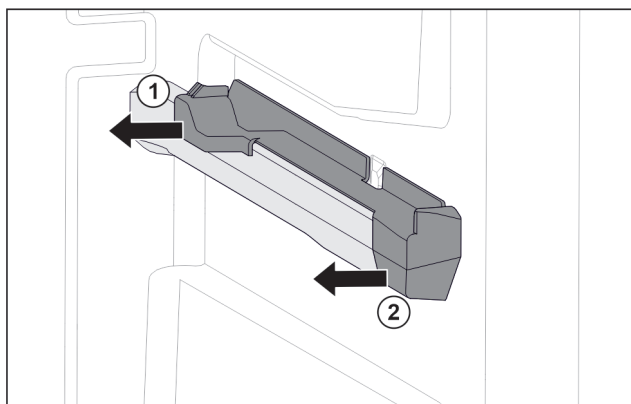

Fig. 75 Вставна частина на правому ребрі для резервуару
- ▶ Відсунути вставну частину назад вбік. Fig. 75 (1)
- ▶ Відсунути вставну частину вперед вбік. Fig. 75 (2)